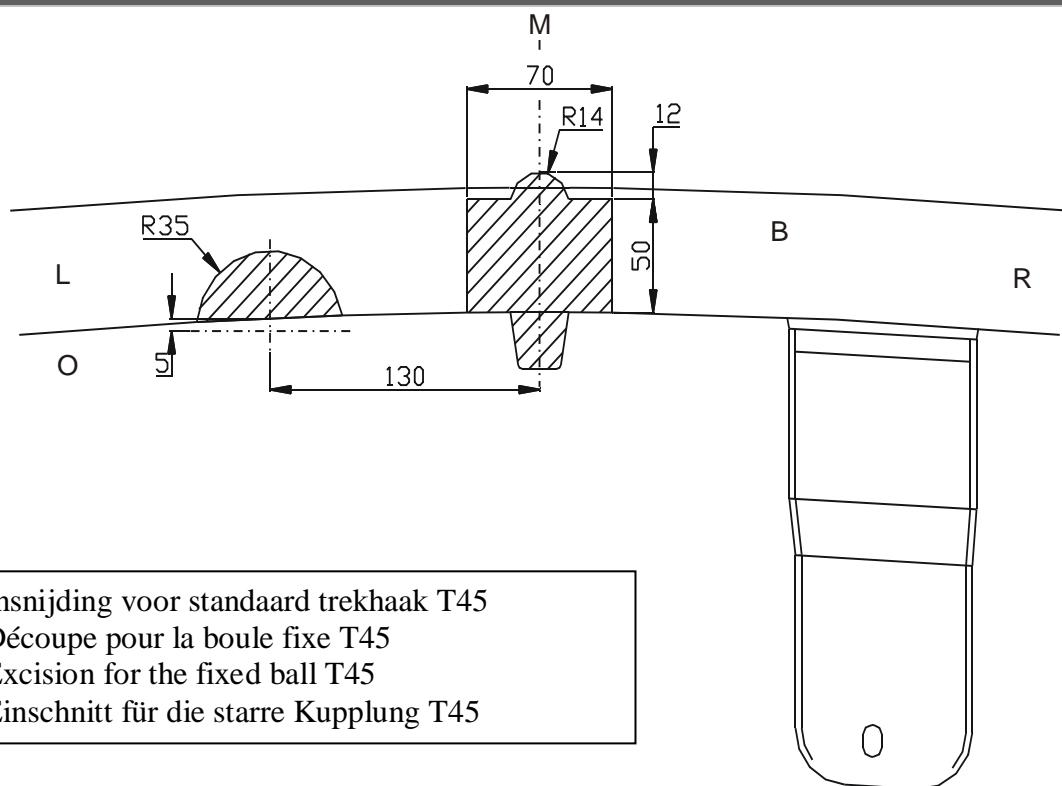

Fig. 1
- Insnijding voor **standaard trekhaak T45** zie (fig1)